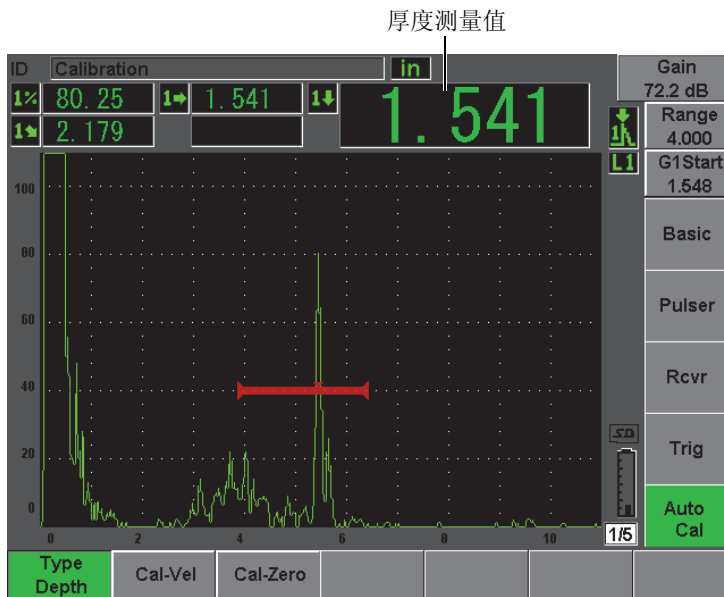

图 10-26 闸门内零位校准信号示例
4. 使用 [**GATES**]（闸门）键，定位闸门 1，使来自第一个横通孔的回波超出闸门阈值。这个回波应接近 0.5 in.（12.5 mm）（参见第 188 页的图 10-26）。